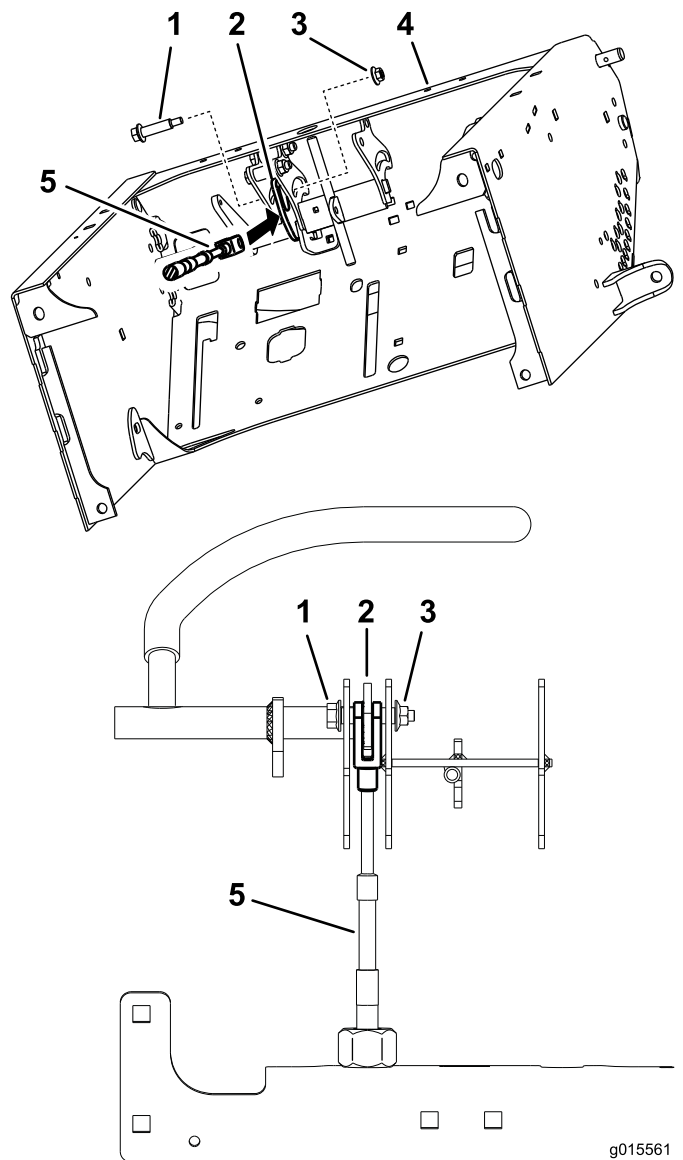

Bild 14
11. Befestigen Sie das Joch mit der neuen Ansatzschraube und Sicherungsmutter (1/4 Zoll) an der Fahrtriebshalterung. Wiederholen Sie die Schritte für die andere Seite (Bild 14).